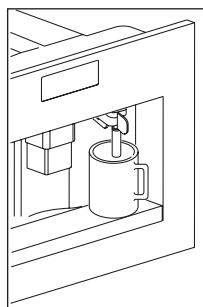

Fig. 12
- Puneți o ceașcă sub duza de apă fierbinte (Fig. 12). Dacă duza de apă fierbinte nu este introdusă, aparatul afișează INSERT WATER SPOUT (INTRODUCETI DUZA DE APĂ).